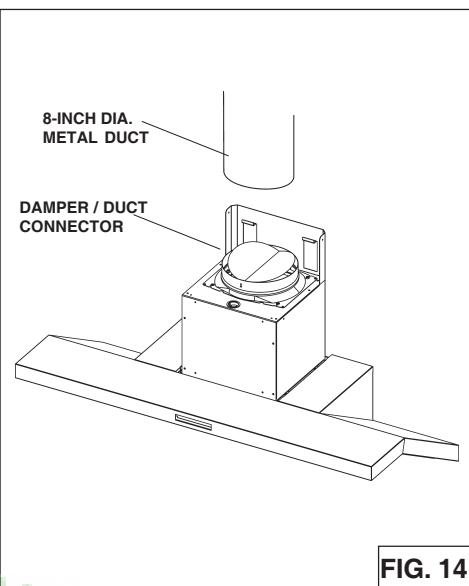

FIG. 14
1. Retire la cinta protectora de la salida del ventilador antes de instalar el regulador a la campana con (4) tornillos suministrados y aplique cinta para conductos de aluminio a las uniones (Fig.14).